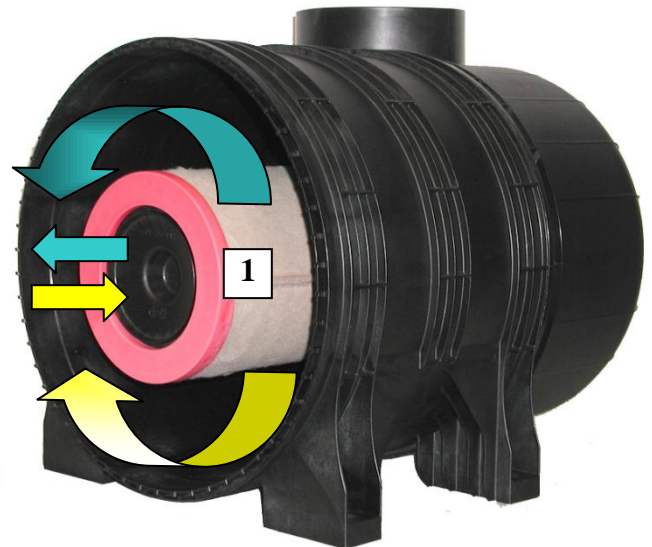

Fig. 8 Cambiar elemento secundario
- Desenroscar el elemento secundario (1) en sentido contrario al de las agujas del reloj y retirar.
- Introducir el elemento secundario nuevo y enroscarlo en el sentido de las agujas del reloj apretando (5 Nm) (véase Fig. 8).